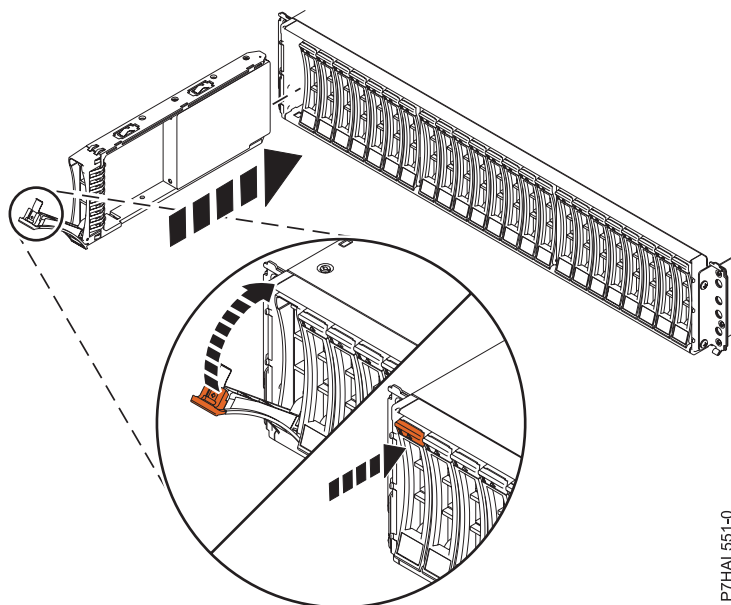

Figura 15. Instal·lació de la unitat de disc a Allotjament de la unitat de disc 5887
1. Amb la nansa en posició desbloquejada, consulteu Figura 15 a la pàgina 23, aguanteu la part inferior de la unitat mentre l'alineeu amb les guies de la unitat d'expansió.